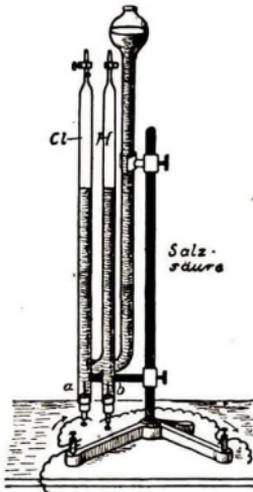

Abb. 426
1. Die Elektrolyse der Salzsäure (Abb. 426) ergibt neben **Wasserstoff** ein Gas von gelbgrüner Farbe, genannt **Chlor**.
Man füllt hierzu den **Hofmannschen Apparat** (Abb. 426), dessen Elektroden für diesen Zweck aus **Kohlenstäben** bestehen, mit Salzsäure. Schickt man längere Zeit bei offenen Hähnen den elektrischen Strom hindurch, so treten an beiden Elektroden Gasblasen auf; **im Schenkel der Anode färbt sich die Flüssigkeit grünlichgelb**. Schließen wir dann die Hähne, so bilden sich in beiden Schenkeln nunmehr gleiche Gasvolumina. Das Gas im Schenkel der Kathode erweist sich durch seine Brennbarkeit (halte auch ein Becherglas darüber, Abb. 423) als **Wasserstoff (H)**. Das im Schenkel der Anode auftretende Gas, das die **Lungen sehr stark angreift**, heißt nach seiner **grünlichgelben** Farbe **Chlor (Cl)**. Ergebnis:
Mischt man **Wasserstoff** und **Sauerstoff** in anderem Volumverhältnis als **2:1**, so bleibt nach der Entzündung der Überschuß des einen Gases unverbunden. Ebenso verbindet sich **1** Volumteil **Chlor** mit nur **1** Volumteil **Wasserstoff** (Abb. 426) zu Chlorwasserstoff. Ergebnis: